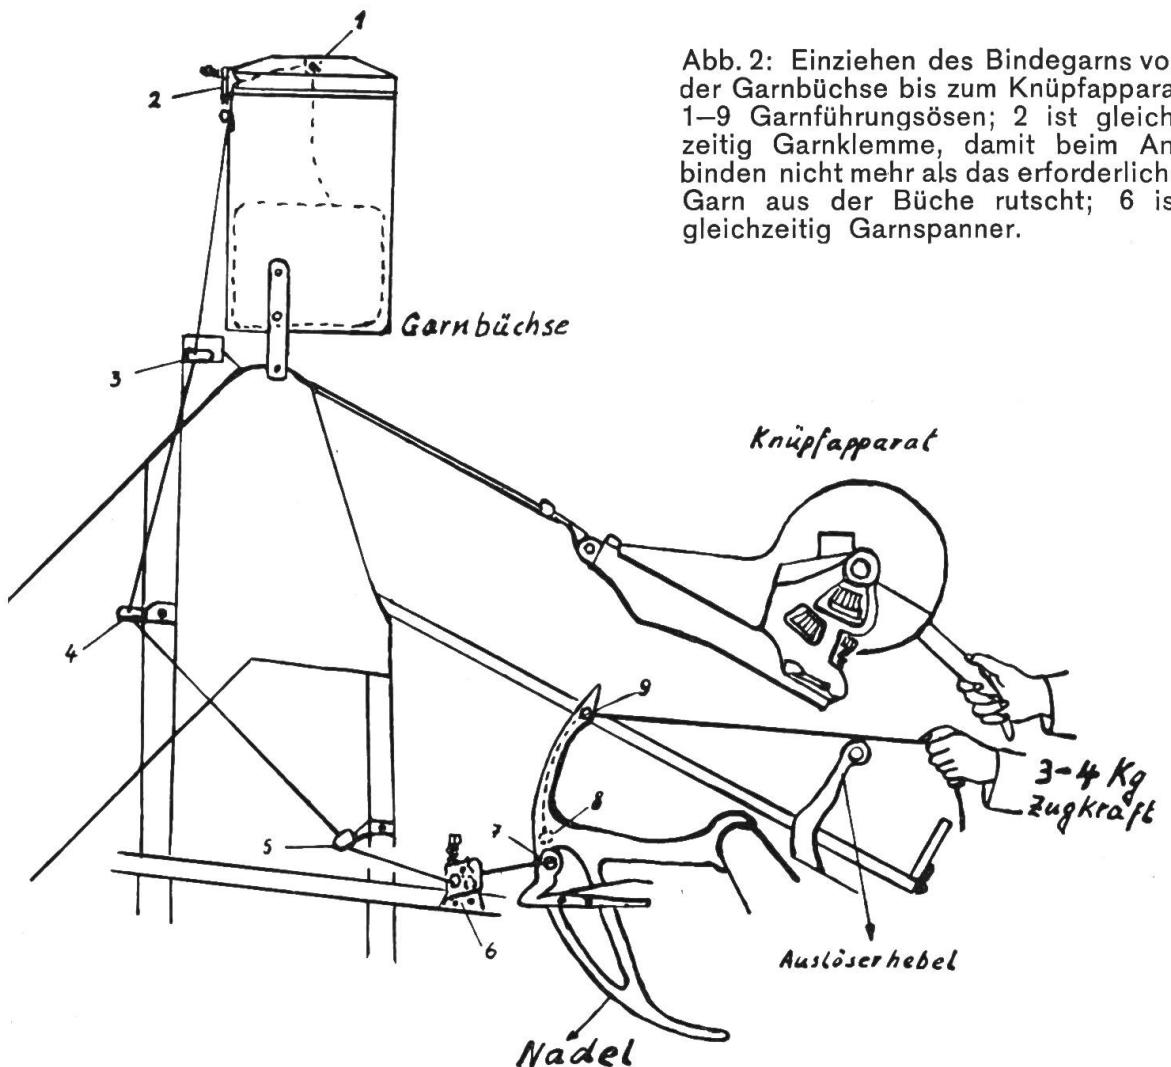
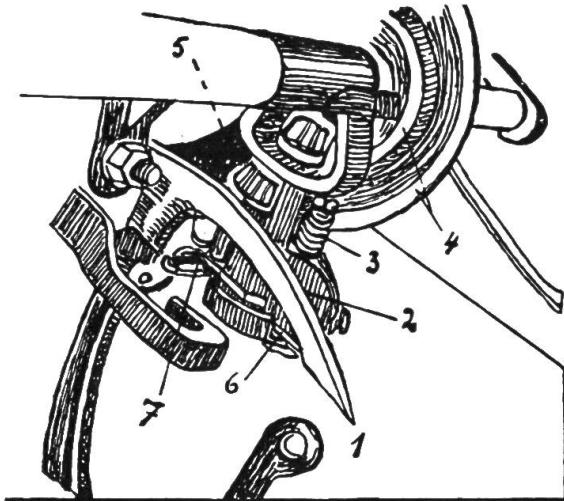

Abb. 2: Einziehen des Bindegarns von der Garnbüchse bis zum Knüpfapparat
Abb. 4: Knüpfapparat (System Cormick)
Verbogene Hebel, Gestänge und Bleche müssen ausgerichtet werden; Schrauben und Muttern sind auf festen Sitz zu prüfen und wenn notwendig nachzuziehen. Zu stark ausgeschlagene Lager an Hebeln und Wellen können vielfach durch Aufreiben der Bohrungen, Einziehen von Büchsen, durch Auftrag-Schweissung an den Lagerstellen der Bolzen und Wellen oder mit neuen Ersatzteilen instand gesetzt werden. Die Bedienungshebel (Abb. 1) müssen sich leicht bewegen lassen und in ihren Rasten festhalten, nötigenfalls müssen die Rasten nachgefeilt werden. Die Garnösen zwischen Garnbüchse und der Nadel werden, sofern sie eingelaufen sind, mit einer Rundfeile nachgearbeitet und geglättet (Abb. 2, 1–9).
halb soll man nichts an ihr verstellen! Unter dem Bindetisch befindet sich eine weitere Rutschkupplung, mit der die Packerwelle, die Binderwelle, der Knüpfapparat und das Abbinden der Garben abgesichert sind, wenn es dort zu Störungen kommen sollte. Diese Kupplung muss schon ansprechen, bevor die Gelenkwellen-Kupplung durchdreht. Um die Einstellung zu kontrollieren, lässt man die Maschine durchlaufen, hängt ein Gewicht (ca. 4 kg) an den Auslösehebel (Abb. 2), damit die Binderwelle laufend durchdreht. Hält man ein längeres Stück Holz zwischen die Auswerferhebel und das Maschinengestell und sperrt damit das Durchdrehen der Binderwelle, dann muss die Kupplung ansprechen, während sich die übrige Maschine weiter dreht. Dementsprechend müssen die Druckfedern der Rutschkupplung gespannt werden. Vorsicht! Binderwelle nicht mit den Händen festhalten. Unfallgefahr! Die Binderwelle darf nach jedem Auslösen nur eine Umdrehung machen und muss dann ruhig stehen bleiben. Ist dies nicht der Fall, dann liegt der Fehler in der Einrückvorrichtung (Abb. 3, 5), die an der Seite oder auch unter dem Bindetisch liegen kann.
Die Spitze der Bindernadel darf in der Ruhestellung nur wenige Millimeter über den Bindetisch hervorstehen (Abb. 2, bei 9). In der vordersten Stellung muss die Nadel das Garn ganz in den Garnhalter einlegen (Abb. 4, 6). Stimmt das nicht, wir die Einstellung an der Kurbelstange (Abb. 3, 2) vorgenommen.
Die gewünschte Garbengröße wird durch Verstellen des Auslöserhebels (Abb. 2) eingestellt, während die Festigkeit der Garben nur an der Feder Abb. 3, 6) reguliert wird.
1. Das Cormick-System (Abb. 4)
Bindegarn einziehen: Von der Garnbüchse aus wird das Garn durch alle Oesen, den Garnspanner (die zwei Zahnrädchen) bis zur Nadelspitze eingezogen (Abb. 2, 1–9). zieht man das Garn aus der Nadel, so soll dazu eine Kraft von 3–4 kg notwendig sein. Stimmt dies nicht, wird der Garnspanner (Abb. 2, 6) entsprechend verändert. Das Einziehen des Garns in den Garnhalter (Abb. 4, 6 und Abb. 5a) geschieht am einfachsten, indem man mit der linken Hand das Garn unter dem Knüpfapparat durchzieht, während man mit der rechten Hand die Binderwelle durchdreht (Abb. 2). Es ist lediglich darauf zu achten, dass das Bindegarn über dem Knüpferschnabel liegt, alles andere geht von selbst. Die Spannung des Garnhalters ist richtig eingestellt, wenn sich das eingezogene Garn mit einiger Kraftaufwendung noch
aus dem Garnhalter herausziehen lässt, andernfalls muss die Spannung der Garnklemme (Abb. 4, 3) reguliert werden.
Abhilfe: Das Spiel auf ca $\frac{2}{10}$ mm einstellen. Der Faden muss über Mitte Knüpferschnabel liegen (Abb. 4, 7).